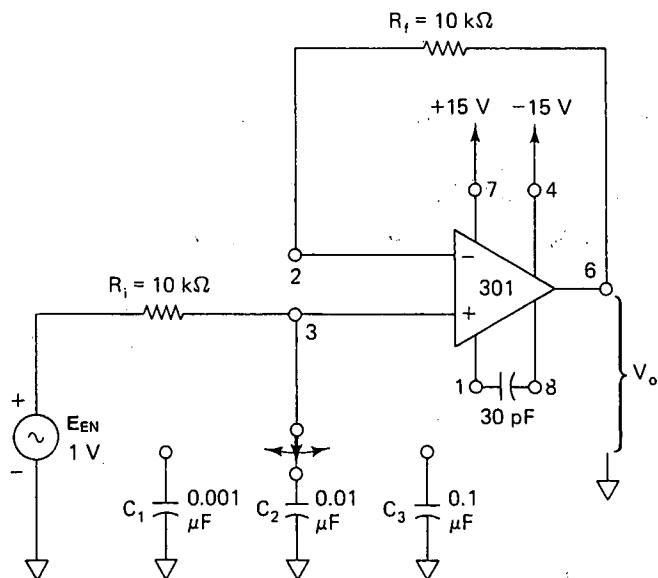

FIGURA LE11-1
- 11-1.** Consulte el filtro pasabajos que aparece en la figura LE11-1 y mida los valores de todos los componentes antes de construir el circuito. Con los valores medidos de los componentes, calcule las frecuencias de corte. Si tiene acceso a un generador de funciones con capacidad de barrido, utilícelo para E_i .